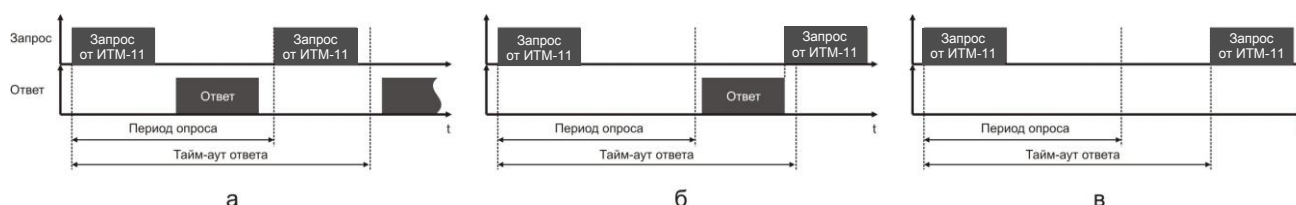

Рисунок 7.3- Временные диаграммы приема-передачи данных ИТМ-11(В) в режиме MASTER
- В *параметрах 05, 06* задаются период опроса и тайм-аут ответа соответственно. Период опроса задается в пределах 10-10000мс. При нормальной работе за время этого периода прибор должен успеть передать запрос и принять ответ (рис.7.3.а). По истечении времени периода идет следующий запрос. Таким образом, каждый период ИТМ-11(В) будет получать данные от запрашиваемого индикатора. Если же за время периода опроса ответ не приходит, посылка следующего запроса ожидается до истечения времени тайм-аута ответа. Если ответ придет до окончания тайм-аута, то сразу после его получение будет отправлен следующий запрос (рис.7.3.б). Если ответа не будет до окончания таймаута, тогда будет следующий запрос (7.3.в), и при этом светодиод ИНТ будет гореть до момента получения ответа. После пяти тайм-аутов с неполученным ответом на дисплее будет выведено сообщение об ошибке: